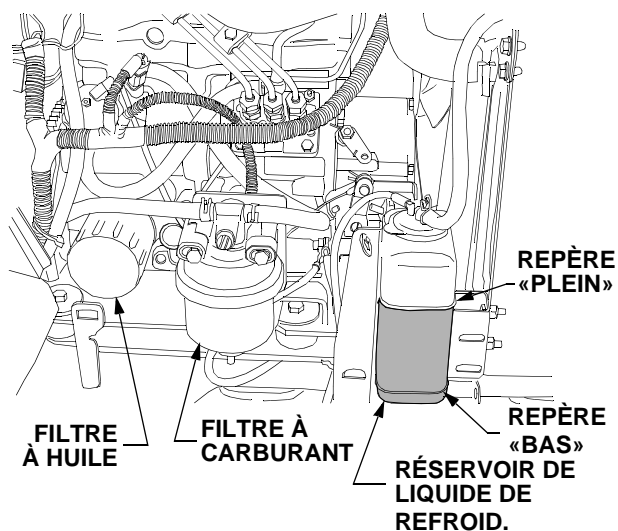

Figure 55
- Pour retirer le filtre, tournez-le en sens inverse des aiguilles d'une montre en vous aidant, pour le desserrer, d'une clé pour filtre automobile. Voir la Figure 55.
- Ouvrez le capot du tracteur puis vérifiez le niveau de liquide de refroidissement dans le réservoir de trop-plein, sur le côté droit du moteur. Voir la Figure 55.